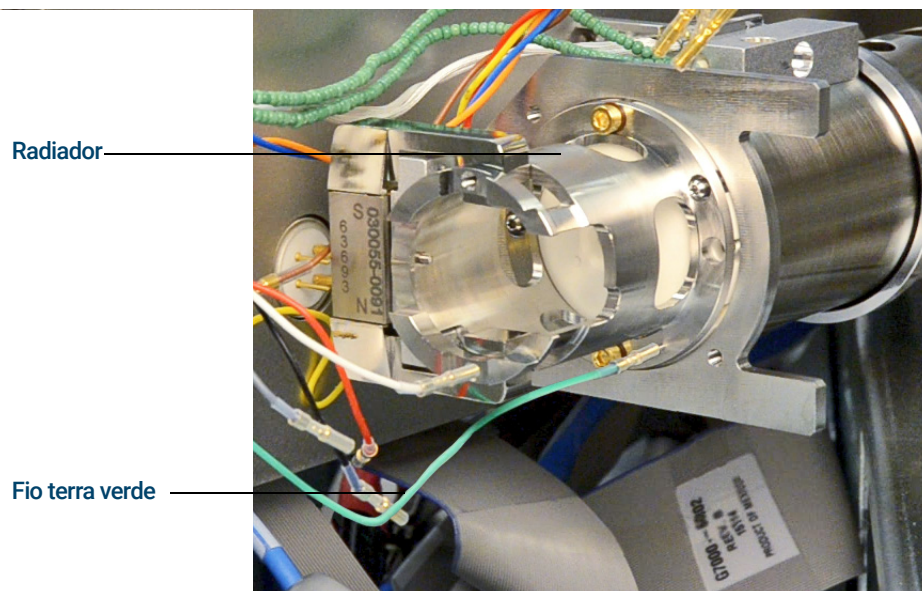

Figura 69 Radiador da fonte de CI
- 2 Conecte o fio terra verde ao radiador. (Consulte **Figura 69**.)